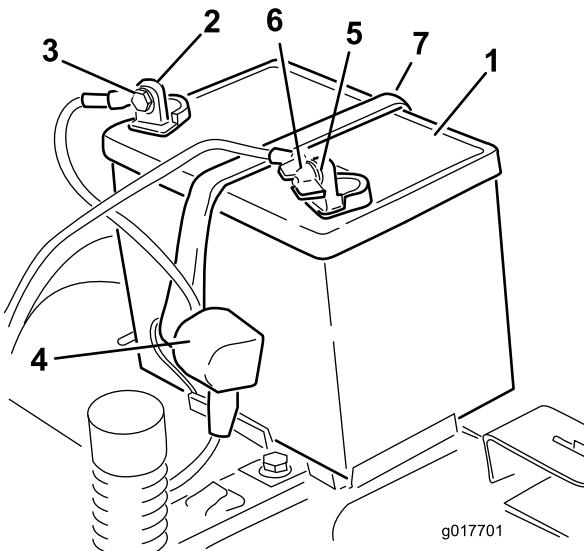

Bild 51
4. Klemmen Sie das Minuskabel (schwarz) vom Batteriepol ab (Bild 51).
6. Klemmen Sie das Pluskabel (Rot) vom Batteriepol ab (Bild 51).
7. Nehmen Sie die Batterieklemme ab (Bild 51) und heben Sie die Batterie aus dem Batteriefach heraus.
1. Setzen Sie die Batterie in das Fach (Bild 51).
5. Befestigen Sie die Batterie mit der Befestigung (Bild 51).